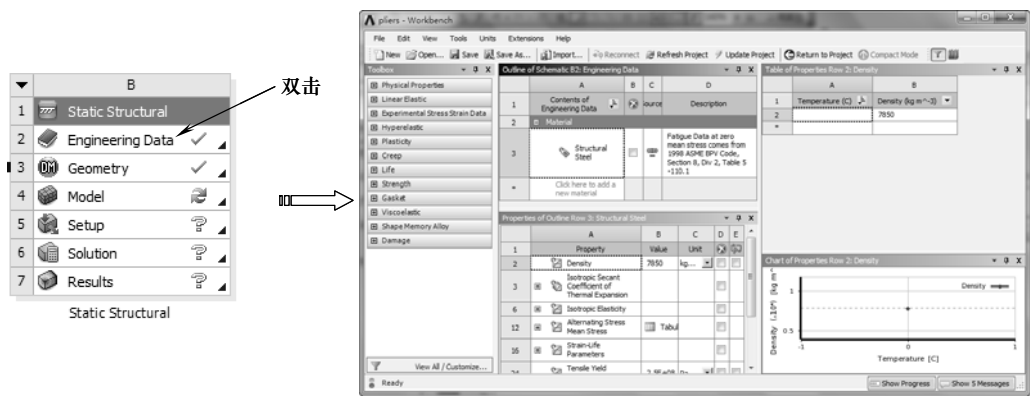

图 8-21 双击【Engineering Data】选项
1) 双击项目 B 中的 B2 栏的【Engineering Data】项，进入如图 8-21 所示的材料参数设置界面。